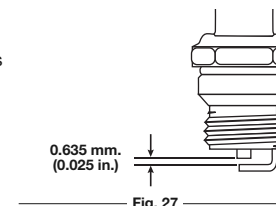

Fig. 27
3. Remplacez toute bougie fendillée, encrassée ou sale. Réglez l'écartement à **0,635 mm (0,025 po)** à l'aide d'une jauge d'épaisseur (Fig. 27).